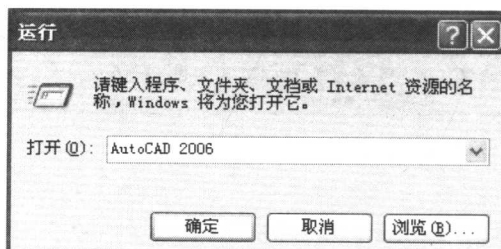

图 1.2 “运行”对话框
(3) 使用“运行”对话框启动 从 Windows 的“开始”菜单中选择“运行”，在“运行”对话框中输入“AutoCAD 2006”（见图 1.2）。